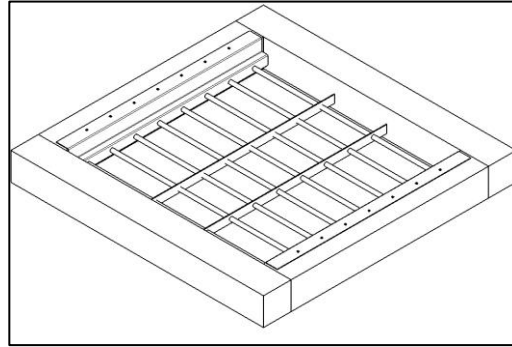

Bild 1
Bei quadratischen Nenngößen auf die spätere Position des NRW-Beschlages / Öffners achten. Sie müssen parallel zu den Rohren des Gitters verlaufen (**Bild 1+3**).
2. Einbruchgitter an den vorgebohrten Positionen auf der Unterkonstruktion befestigen. (**Bild 1+2**)